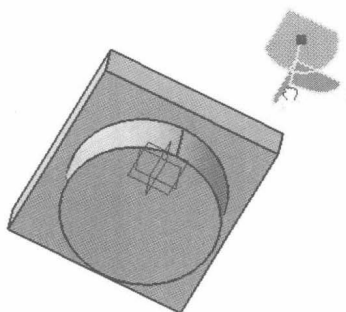

图 2-7 自由旋转示意图
(1) 自由旋转:如图 2-7 所示,抓住指南针  $z$  轴顶端的圆点并移动,则指南针会以红色方块为顶点自由旋转,屏幕上的空间及零件也会跟着旋转。